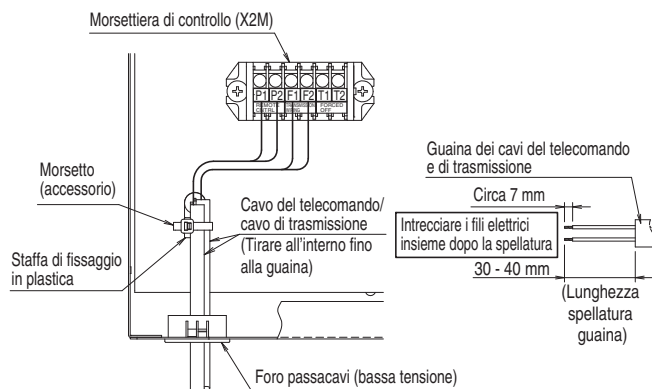

Fig. 18
- Assicurarsi di collegare correttamente il cablaggio del telecomando e quello di trasmissione alla morsettiera di controllo (X2M). **(Fare riferimento alla Fig. 18)**